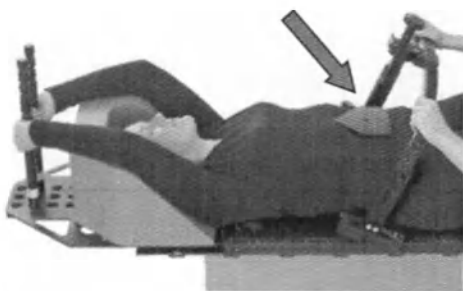

Рисунок 3
3. Разместите прижимную пластину в соответствующем положении на животе пациента. Принимая меры по предупреждению переломов, помните, что прижимная пластина не оказывает давления на мечевидный отросток или ребра. (Рисунок 3)